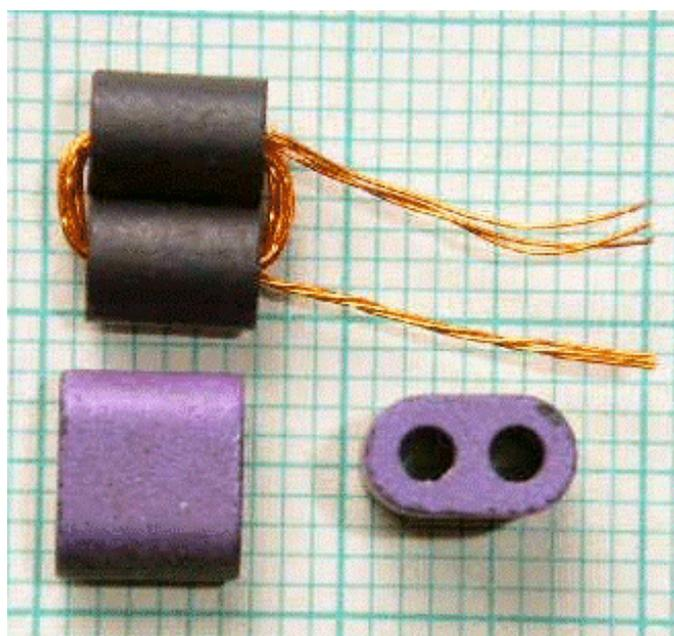

Fig 6 : Connexions de l'afficheur LCD et résistance 47 ohm entre broche 15 et 2 (+5V). Connexion entre broche 16 et 1.
- * Retirer 2 mm d'isolant au bout de chaque fil. Reportez-vous à la Fig 6, et soudez les 14 fils au modules LCD. Observez les connexions visibles à la Fig 5. (J1 broche 1 est relié à 6 l'afficheur en broche 1, J1 broche 2 à l'afficheur en broche 2, etc.)
- * Connexion du rétroéclairage sur J1 : Attention, les indications suivantes s'appliquent uniquement aux afficheurs LCD fournis par SDR-Kits : utilisez les 2 fils retirés précédemment de la nappe, soudez-en un entre la pin 1 et la pin 16. Soudez une patte de la résistance de 47 Ohm en 15 du connecteur du LCD, et l'autre patte de la résistance en 2 du connecteur du LCD. (cela est visible en Fig 6).
- * L'afficheur LCD devrait afficher le message d'accueil visible en Fig 6. Après la mise en route, la fréquence devrait varier en tournant le bouton de commande.